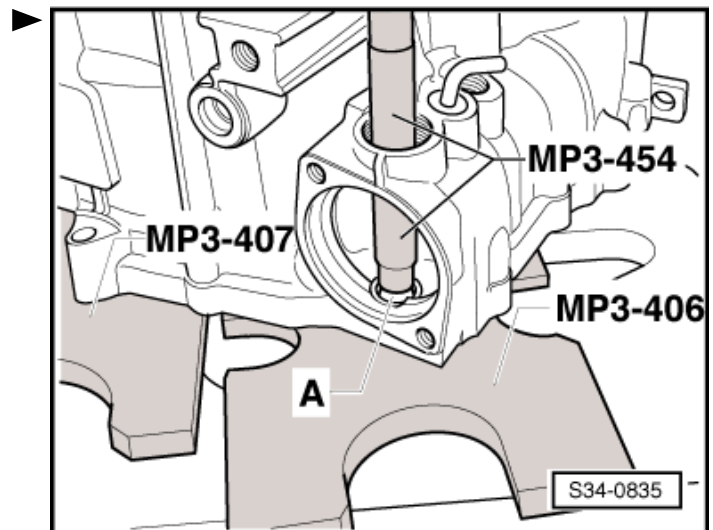

Abb. 9: Rasthülse bei nicht zerlegtem Getriebe mit Führungsbolzen -T30074- austreiben
- ☐ austreiben bei nicht zerlegtem Getriebe ⇒ Abb. 9 in **34-7** Seite 5